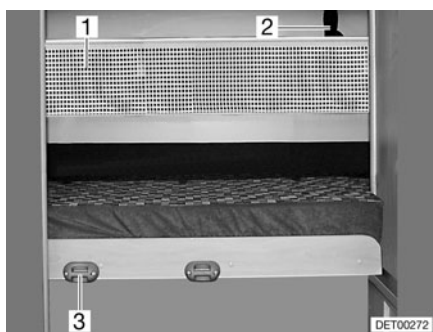

Fig. 81 Red de seguridad
- Enganchar la escalera de ascenso con los largueros en el soporte (Fig. 81,3) en el panel.
La red de seguridad (Fig. 81,1) viene de serie entre el colchón y el somier. Tender la red de seguridad cuando la persona ya se encuentre en la cama.
- Engatillar las cintas de sujeción (Fig. 81,2) en los soportes en el techo.